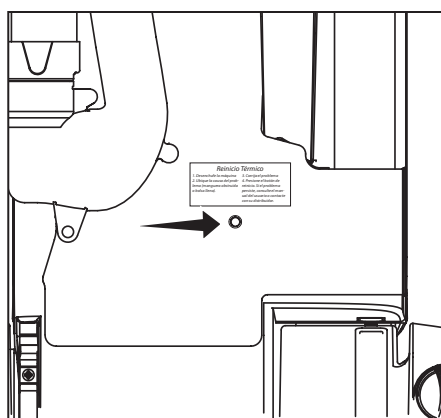

Imagen 1
- Ubique el Botón de Reinicio del Motor Térmico en la parte trasera de la aspiradora (Imagen 1). Presione el botón y reanude la aspiración.